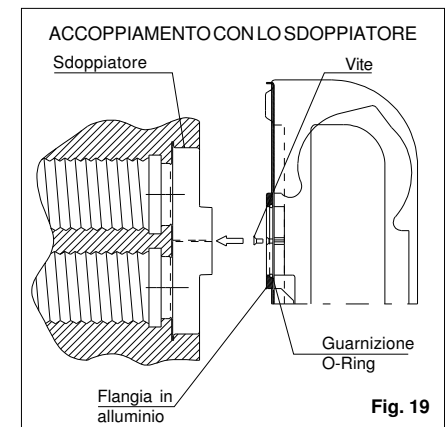

Fig. 19
interponendo la guarnizione ad anello e fissandola sul raccordo dell'apparecchio tramite le tre viti in dotazione. Controllare che la guarnizione ad anello alloggi correttamente nella sua sede (fig. 19)
**ATTENZIONE!** La tenuta dell'attacco tra sdoppiatore ed apparecchio è garantita da un'apposita guarnizione (fig. 19). Assicurarsi che la parete su cui si installa il radiatore